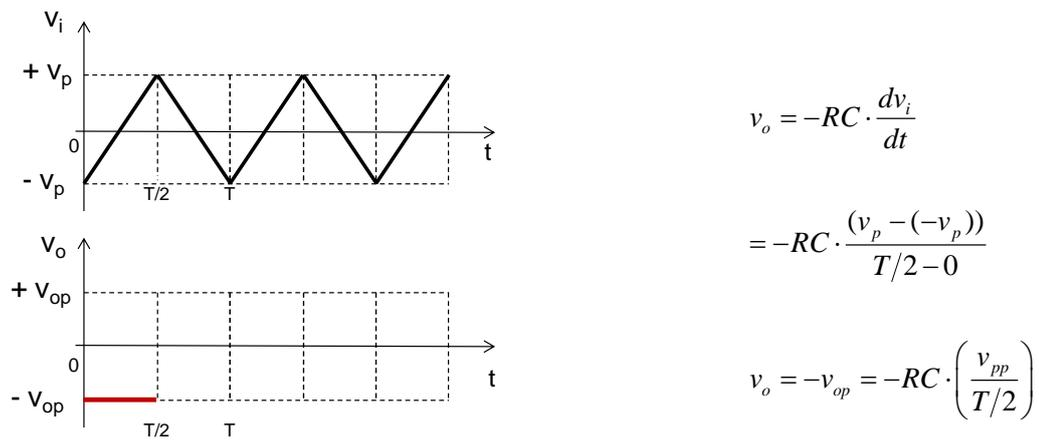

Figura 3.111.
- Primeiro intervalo (de 0 a $T/2$, indicado na Figura 3.111):